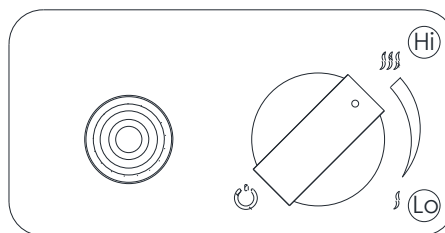

Abb. 13 – Flammenregulierung
- Um eine höhere Flamme zu erzielen, drehen Sie den Knopf im Uhrzeigersinn in die Position „Hi“. Um eine niedrigere Flamme zu erzielen, drehen Sie den Knopf gegen den Uhrzeigersinn in die Position „Lo“ (Abb. 13).